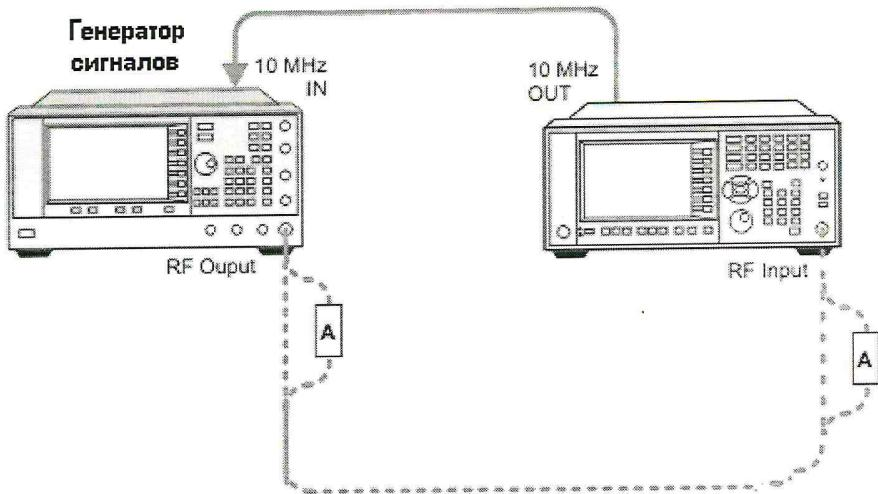

Рисунок 10
8.9.1 Измерение фазового шума проводят с помощью генератора E8257D (с опцией UNX и включенным пониженным уровнем фазовых шумов) (рисунок 10).